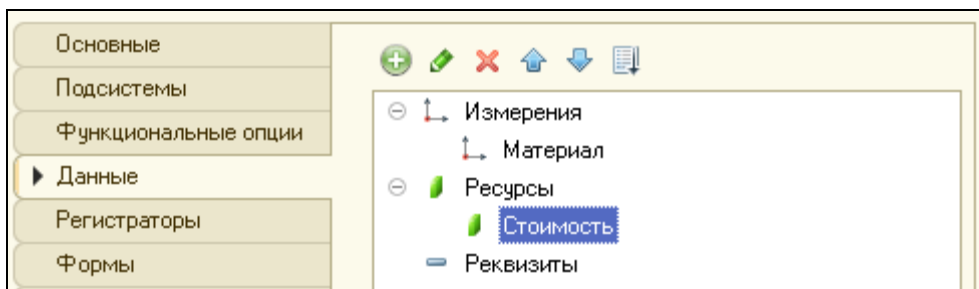

Рисунок 3.22 Измерения и ресурс регистра **Стоимость** материалы
3. На закладке **Данные** создать измерение – **Материал**, с типом **СправочникСсылка.Номенклатура** и один ресурс – **Стоимость**, тип – **число**, длина 10, точность-2(рис.3.22).